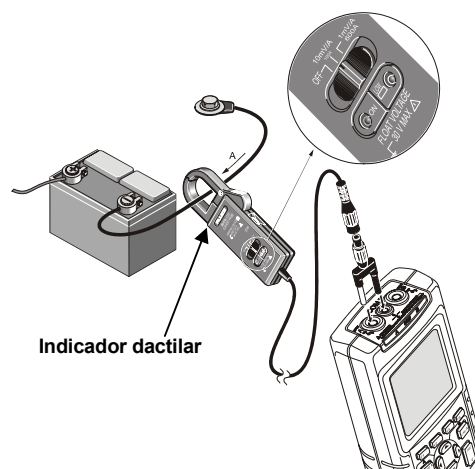

Figura 2. Configuración de la medida.
- No sostenga la pinza amperimétrica desde la parte posterior a la indicación dactilar, consulte la figura 2.